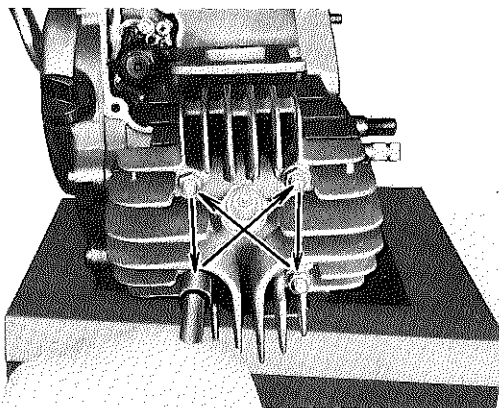

Fig. 3-2-2
Remove cylinder head holding nuts (4) and cylinder head and cylinder. (Fig. 3-2-2)
Enlever les écrou (4) de culasse, la culasse et le cylindre (Fig. 3-2-2).
Die Befestigungsmuttern des Zylinderkopfes abschrauben und den Zylinderkopf sowie den Zylinder abnehmen. (Fig. 3-2-2)